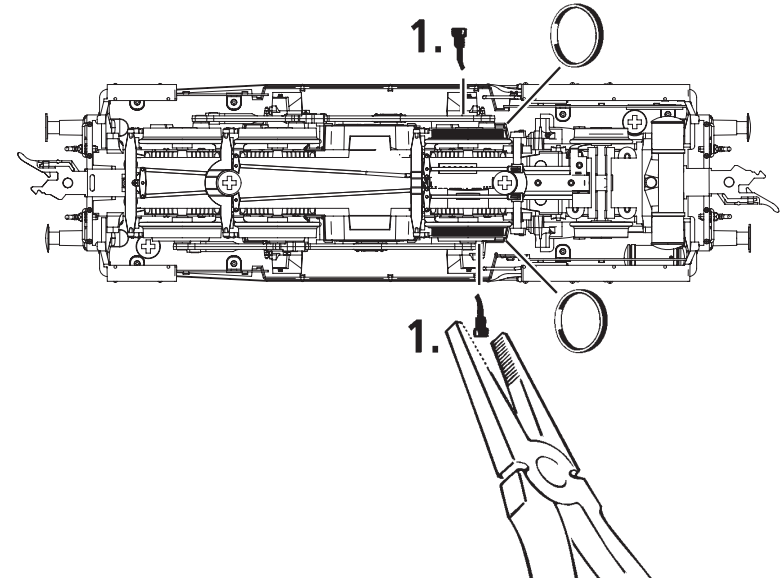

Fig. 9
Ausführung für Wechselstrom: siehe Fig. 9
A.C. operation: see fig. 9
Version en courant alternatif: voir fig. 9
Démontez la caisse (voir fig. 3). Démontez ensuite le moteur (fig. 9).